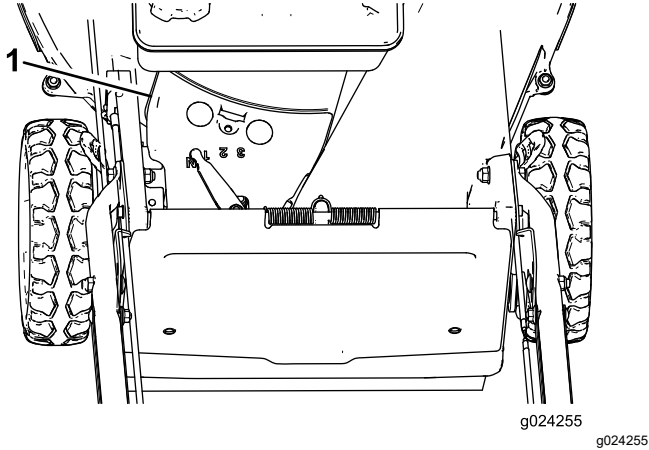

Figura 38
- Retire la cubierta de la correa (Figura 38) de la carcasa de corte.